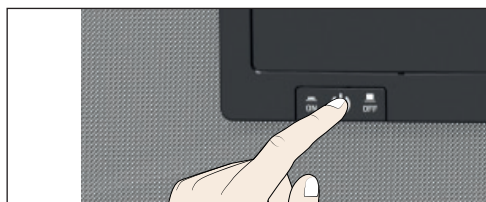

Рис. 23 Выключение устройства
4. Выключите устройство (Рис. 23).